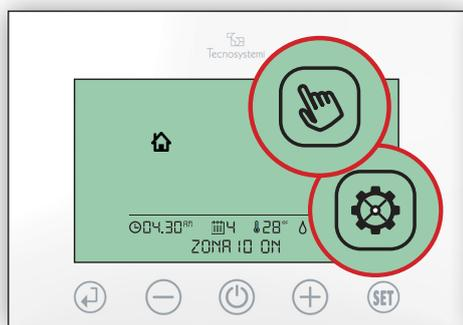

Fig.9
5.1 Premere il tasto SET per 3 secondi verificando l'accensione del simbolo ⚙ e il lampeggio del simbolo ✋ . (Fig.9)